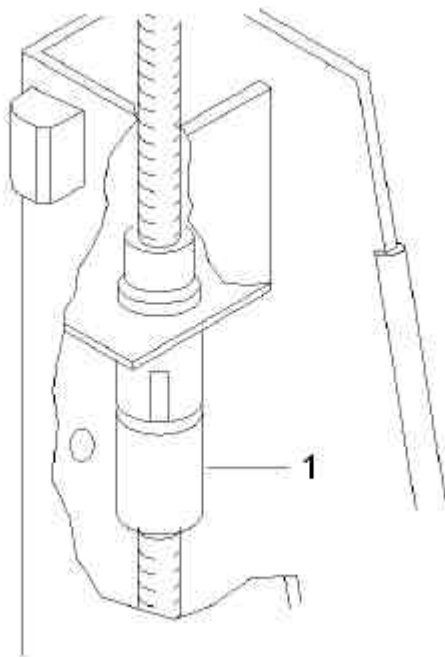

Fig.17
- ▷ In geval van een kapotte draagmoer zal de veiligheidsmoer automatisch de last overnemen en de brug uit schakelen (**ref1 Fig.17**).